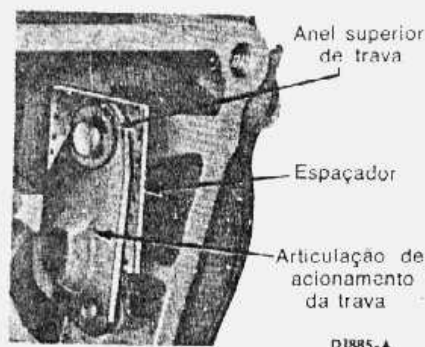

fig. 59 — articulações da trava de estacionamento
da trava de estacionamento (fig. 59). Remover do pino retentor a articulação da trava de estacionamento.
4. Instalar, a articulação da trava de estacionamento no pino retentor na caixa. Instalar a arruela lisa e o anel de trava da articulação (fig. 59).